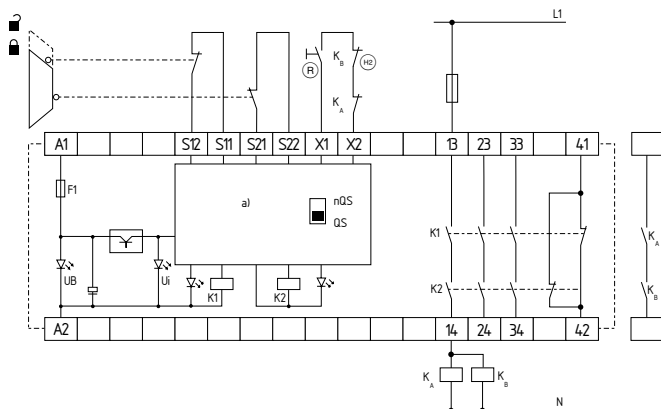

Fig. 4
L'exemple illustre un câblage à deux canaux d'une surveillance de protecteur avec deux interrupteurs de position, dont un à contact à manœuvre positive d'ouverture; avec interrupteur de réarmement externe (R) (voir Fig. 4)